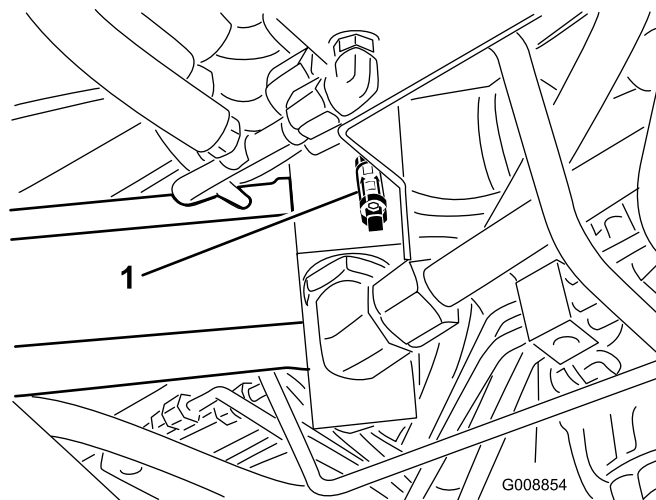
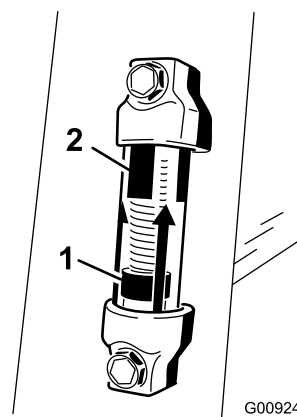

図 88
図 89
**注** 各フィルタの取り付け部の上部に油圧フィルタ整備インジケータ (図 88) が付いている場合には、50運転時間ごとにこれを点検して、フィルタに詰まりが発生しているかどうかを調べます。インジケータの黄色の棒 (図 89) が赤いゾーンに入っていたら、フィルタを交換すべき時期です。